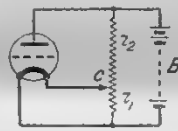

Рис. 5.
- 4) Найти *c* и *d* из соотношения (1) для случая, когда *a* = 8 омам, *b* = 2 омам, нить *a-d* = 20 омам.
- 5) Выгодно ли питать от общей батареи в 36 вольт (рис. 5) накал микроламп при помощи потенциостра (его сопротивление = 1000 омов).